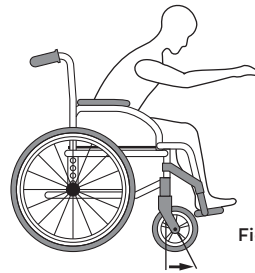

Fig 8
- Para alcanzar un objeto situado enfrente, debe inclinarse hacia delante por eso, debe utilizar las ruedas delanteras como apoyo manteniendo la estabilidad y el equilibrio. Una correcta alineación de las ruedas es esencial para su seguridad [Fig. 8].